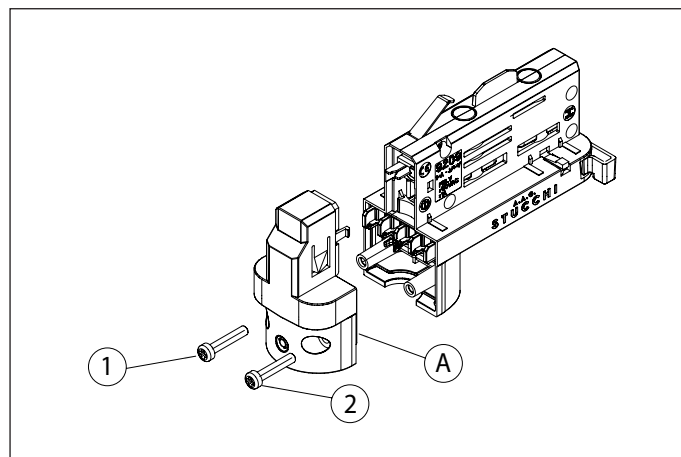

图2 适配器外壳
使用)。光源固定到适配器之后，必须用两个螺钉 (1和2) 放置正确的外罩 (A)，外罩和螺钉随适配器提供 (图2)。